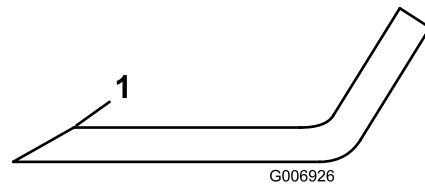

Figure 72
- Examinez le tranchant de toutes les lames et affûtez-le s'ils sont émoussés ou ébréchés ; affûtez uniquement le haut du tranchant et conservez l'angle de coupe d'origine pour obtenir une coupe nette (Figure 72).